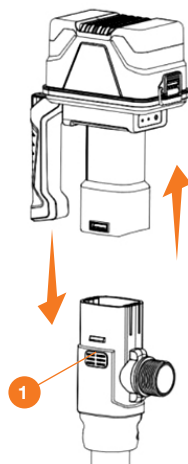

Рис. 4
- Для отсоединения блока управления нажмите на клавишу фиксатора скобы ①, снимите блок управления по направлению вверх (Рис. 4).